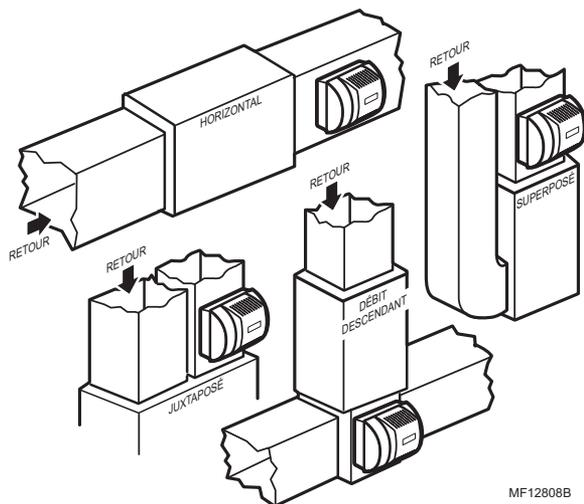

Fig. 1. Emplacements types de l'humidificateur.
- Choisir un emplacement pour l'humidificateur sur le conduit d'alimentation (courant d'air chaud). Voir la figure 1.